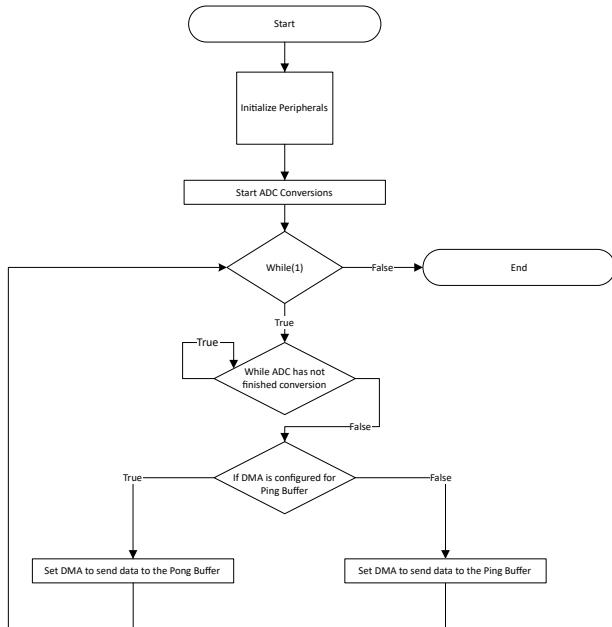

图 6. 软件流程图
5. 编写 应用程序代码 以动态更改 DMA 的目标地址, 从而在两个缓冲区之间交替。请参阅图 6 以了解概况或直接查看代码。